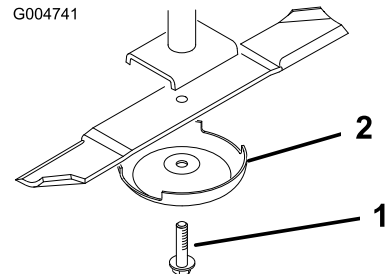

図 130
- スピンドルのシャフトからブレードボルト、芝削り防止カップ、ブレードを取り外す 図 130。